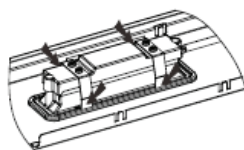
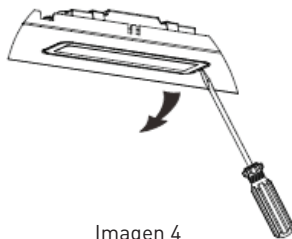

Imagen 2
Imagen 4
- Forma 1. Utilice una herramienta o la mano para presionar la astilla del resorte de ambos lados de la bombilla led hacia el interior, hasta que la bombilla salga, consulte la imagen 2. Después tire del cable que conecta la bombilla ligeramente hacia fuera, consulte la imagen 3. Forma 2. Utilice un destornillador plano para levantar el borde inferior de la bombilla LED, consulte la imagen 4, luego tire ligeramente del cable que conecta la bombilla, consulte la imagen 3.